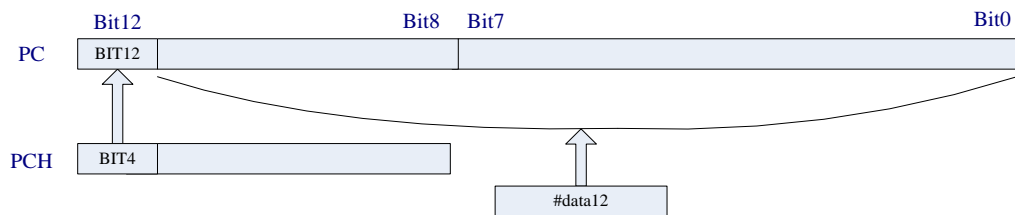

图 3.4 执行 JMP、CALL 指令时 PC 的变化图
在执行 JMP 或者 CALL 指令时，程序计数器 (PC) 的值将变为 PCH.bit4 以及指令所带立即数 (#data12)，如 图 3.4 所示。